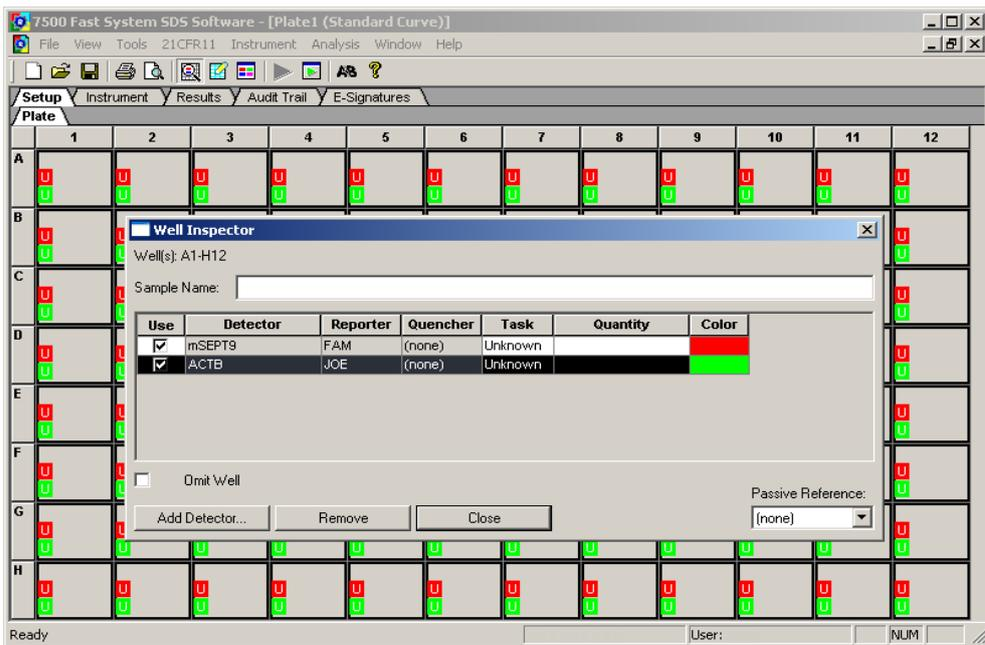

Abbildung 1: „Screenshot“ nach Bestätigung der Einstellungen im 'Well Inspector' Window.
- Überprüfen Sie, dass die passive Referenz auf “(none)” gesetzt ist (siehe Abbildung 1).